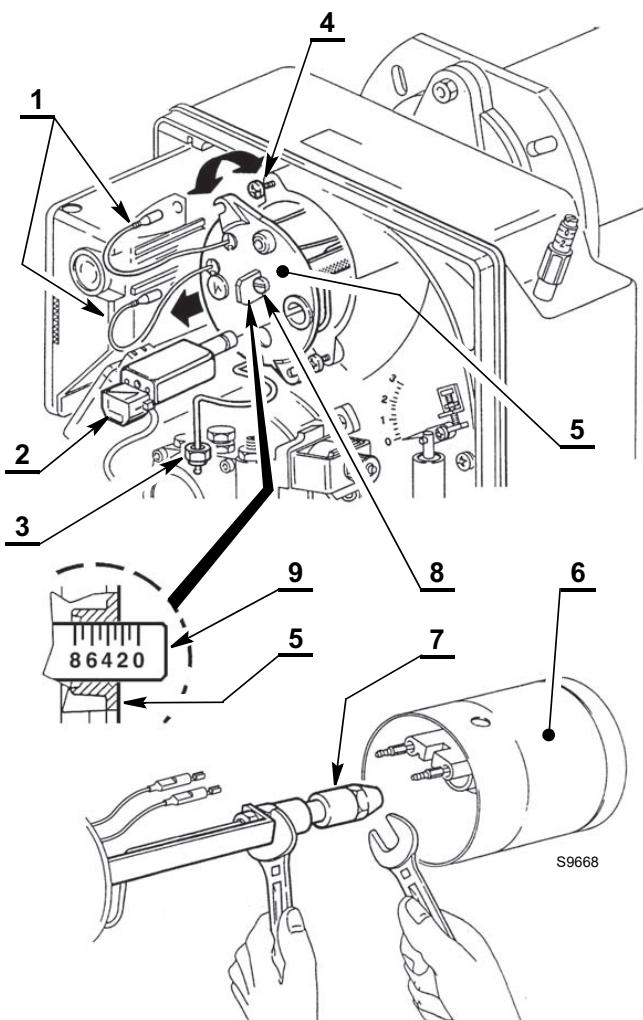

Fig. 16
Para acceder a la boquilla es necesario efectuar las siguientes operaciones (Fig. 16):
- extraer los cables 1) de la caja de control, el sensor llama 2)(Fig. 16) y desenroscar la tuerca 3) de la bomba.
- Sustituir la boquilla 7)(Fig. 16) sosteniendo el portaboquilla con una llave.